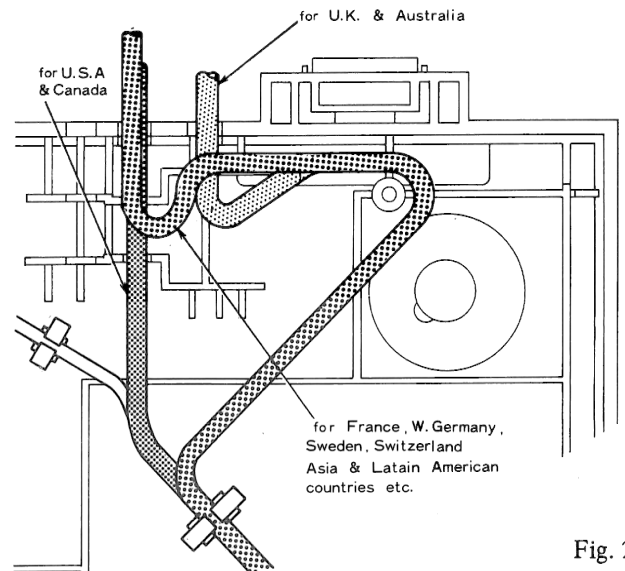

Fig. 2
- (8) The layout of the power cord differs depending on the destination because of safety standards, so layout the power cord according to Fig. 2.
- (9) Be sure to check the cueing operation, auto-cut operation and the positions of the motor pulley and belt.
- (8) Die Anordnung des Netzkabels hängt vom Bestimmungsland ab (Sicherheitsvorschriften); das Netzkabel daher gemäß Abb. 2 anbringen.
- (9) Anschließend die Funktion des Tonarmliftes und der Unterbrechungsautomatik prüfen sowie die Position der Motor-Riemenscheibe und des Riemens kontrollieren.
- (8) Le passage du cordon d'alimentation diffère en fonction du pays de destination compte tenu des normes de sécurité imposées par ce pays. Il faut donc faire passer le cordon secteur en tenant compte des indications de la figure 2.
- (9) Vérifier également le mode de retour, l'arrêt automatique et les positions relatives de la poulie moteur et de la courroie.